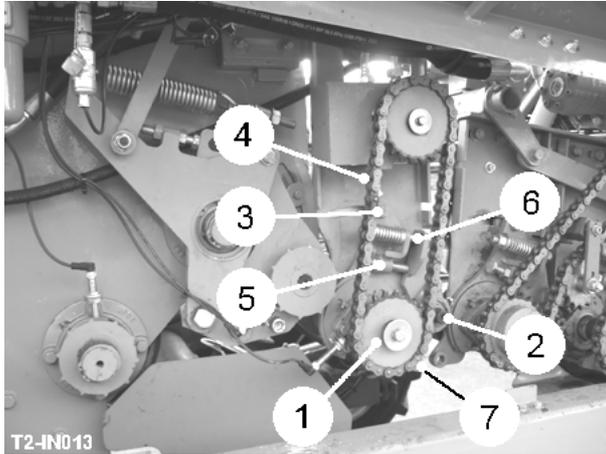

Fig 15
La unidad de forraje de omega es colocada immediately behind el rodillo de haulm. La unidad consta de una fila de rollos de pergamino de poliuretano (ítem 1, fig 15) y un rodillo de terrón de goma de Ø85mm (ítem 2, fig 15). La 1st unidad es operada con el roller de terrón rotar el flujo de cambiar de lugar la cosecha fuera del rodillo de haulm con la cosecha. La velocidad de la unidad puede ser ajustado de la pantalla de terminal del servicio.
Fijar la altura del rodillo de terrón (ítem 2, fig 15) en comparación con el eje de barra de enrollar, afloje los pernos de grampa (ítem 3, fig 15) y gire el rodillo de terrón montando plate en el hueco como requerir. Asegure que ambos lados son ajustados uniformemente. La tensión de la cadena de unidad es el conjunto soltando el motor que instala pernos y ajustar el aumentar tornillo (ítem 4, fig 15).
Los rollers de terrón serán ajustado correr approximately 1 a 2 mm fuera de la punta de los rollos de pergamino para el alejamiento de haulm eficaz normalmente. El roller de terrón que humo inmediato de intervalo puso ajustando el registro se escapa (ítem 5, fig 15) contra la tensión de primavera sobre el roller de terrón instalar platos. La tensión de primavera es ajustada sobre los pernos de corbata de primavera (ítem 6, fig 15).
Cada rodillo de terrón está equipado con un rasqueta (item 7, fig 15) que tienen que ser ajustado retirar tierra suelta de los rulleros atentamente.